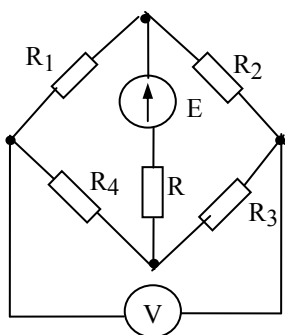

Рис. 1.3.13
1.3.13. Определить показание вольтметра в цепи (рисунок 1.3.13), если  $E=24$  В,  $R=3$  Ом,  $R_1=11$  Ом,  $R_2=14$  Ом,  $R_3=16$  Ом,  $R_4=9$  Ом. Сопротивление вольтметра принять бесконечно большим.